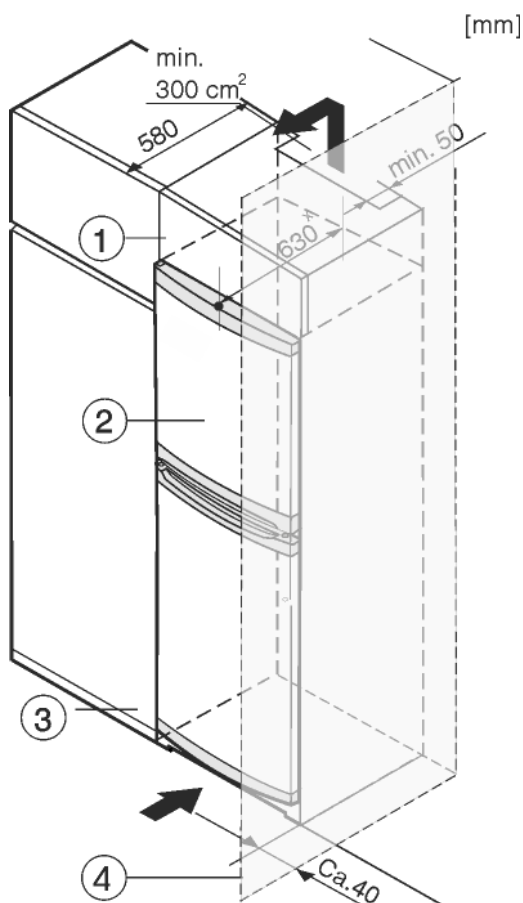

Fig. 8
Устройство может быть окружено кухонными шкафами. Чтобы уравнивать устройство Fig. 8 (2) по высоте с кухонной стенкой, можно установить над устройством дополнительный шкафчик Fig. 8 (1).
При комбинировании с кухонными шкафами (глубина макс. 580 мм) устройство можно установить непосредственно рядом с кухонным шкафом Fig. 8 (3). Устройство выступает сбоку на 34 мм \* и по центру на 50 мм \* относительно передней стенки кухонного шкафа.
Если устройство установлено на шарнирах у стены *Fig. 8 (4)*, то расстояние между устройством и стеной должно быть не менее 40 мм. Настолько выступает ручка при открытой двери.